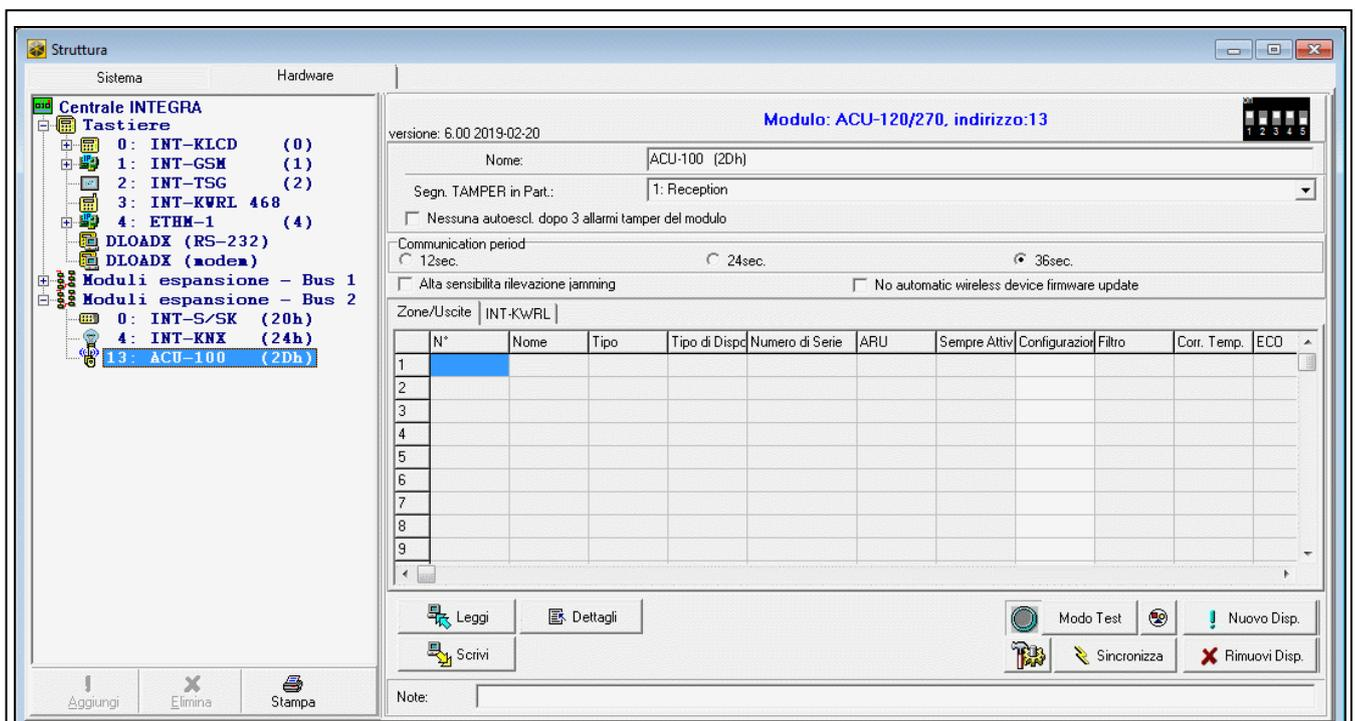

Fig. 20. Software DLOADX: parametri e opzioni del ricevitore collegato alla centrale INTEGRA / INTEGRA Plus.
- software DLOADX: la finestra "Struttura" → scheda "Hardware" → ramo "Espansioni" → [nome ricevitore] (fig. 20).
- software DLOADX: la finestra "VERSA – Struttura" → scheda "Hardware" → ramo "Espansioni" → [nome ricevitore] (fig. 20).